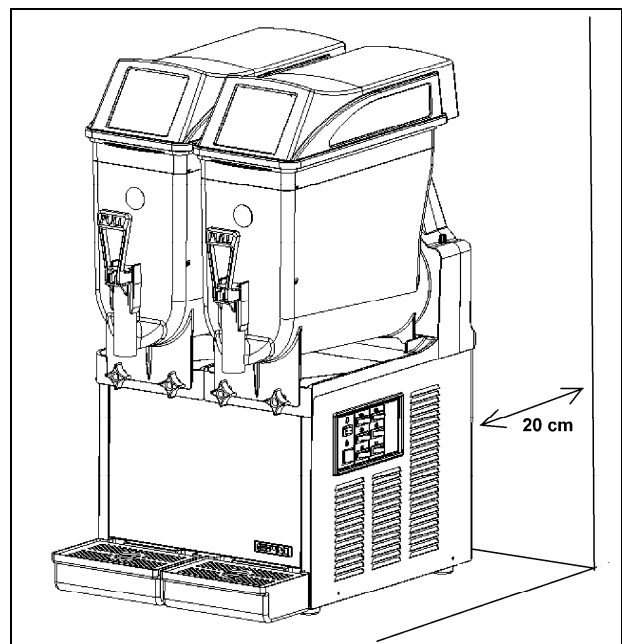

Fig. 2
b) Poser l'appareil sur une surface horizontale et solide de manière à ce que la carrosserie de l'appareil soit bien ventilée (**au moins 8 in d'espace libre tout autour**, fig.2), installer l'appareil dans un environnement sec et éviter de l'installer près d'une source de chaleur. **La température ambiante d'utilisation de la machine doit être comprise entre 75 et 100°F.**